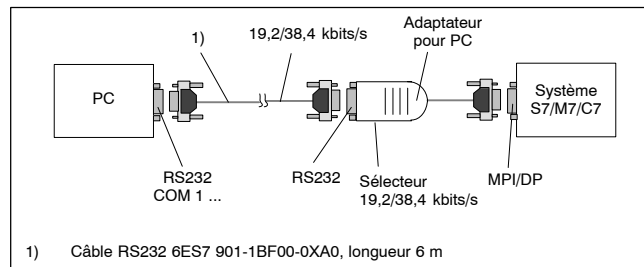

Figure 1-1 Utilisation de l'adaptateur pour PC
- Connexion directe, voir figures 1-1/1-2 "Utilisation de l'adaptateur pour PC/TS". Le raccordement d'une console PG ou d'un PC à l'interface RS232 de l'adaptateur (compatible COM2) doit se faire au moyen d'un câble RS232 (= câble nul-modem)